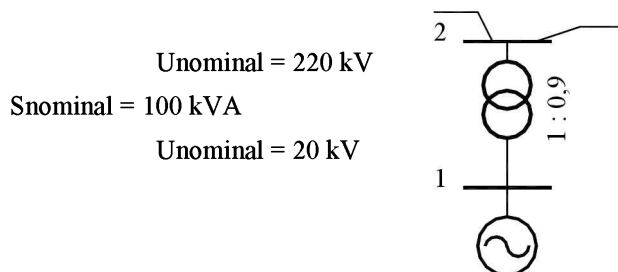

Figura 2.19 Esquema unifilar para el Problema 2.14.
- 2.14** La Figura 2.19 muestra una parte del esquema unifilar de un sistema de energía eléctrica donde aparece un transformador regulador junto con sus datos nominales y el desvío de relación 1:0,9. La reactancia de cortocircuito del mismo es de 0,4 Ω , referida al lado de 20 kV. Dibuje de nuevo la figura, sustituyendo el símbolo del transformador por su circuito equivalente por unidad, indicando claramente en el mismo los valores numéricos de los elementos que forman parte de dicho circuito equivalente.